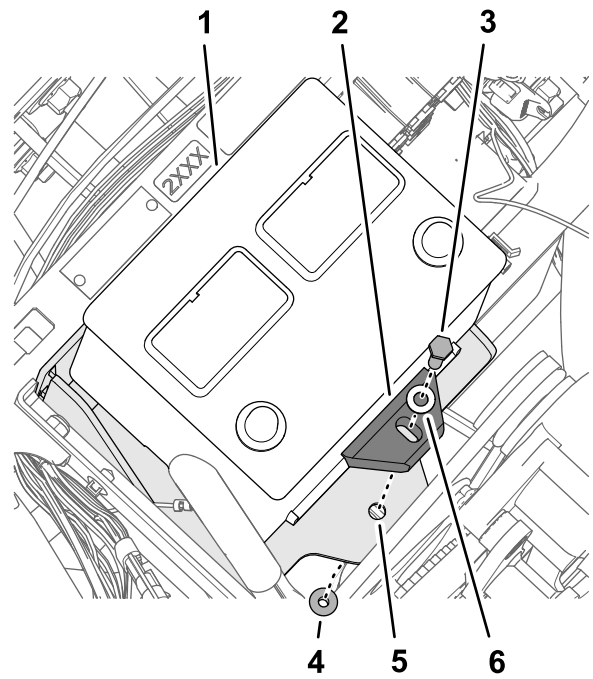

Figura 177
5. Monte la batería en el soporte de la batería con el perno (5/16" x 1 3/4"), la arandela (5/16"), la pletina de sujeción y la contratuerca con arandela prensada (5/16"), según se muestra en Figura 177.